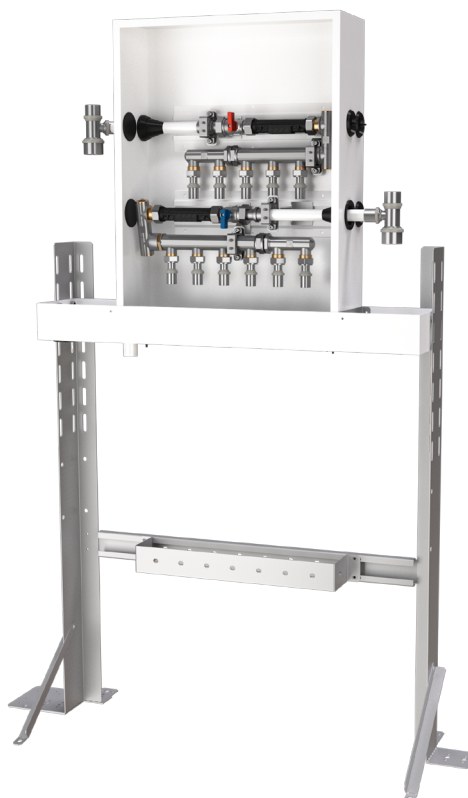

*Bild 1. Vik ut fötterna.*
1. Börja med att vika ut "foten" på ställningen (Bild 1).